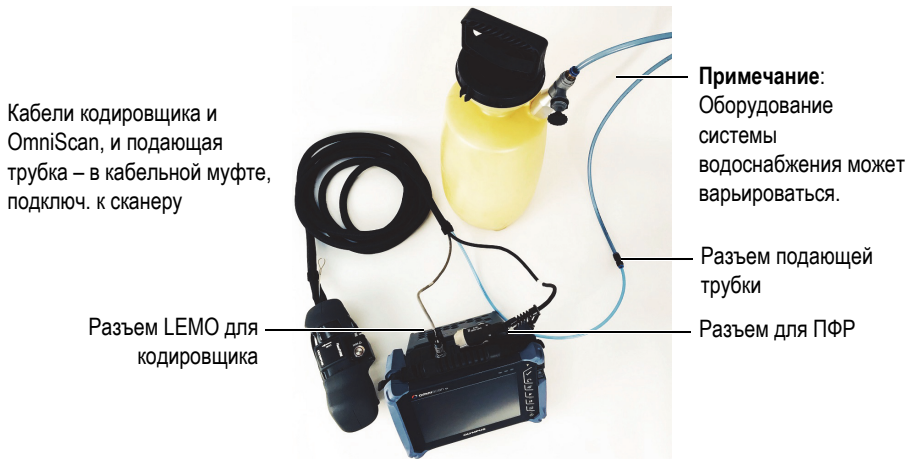

Рис. 2-4 Пример подключений сканера
1. Подключите кабель кодировщика (разъем LEMO) к OmniScan (см. Рис. 2-4 на стр. 28).